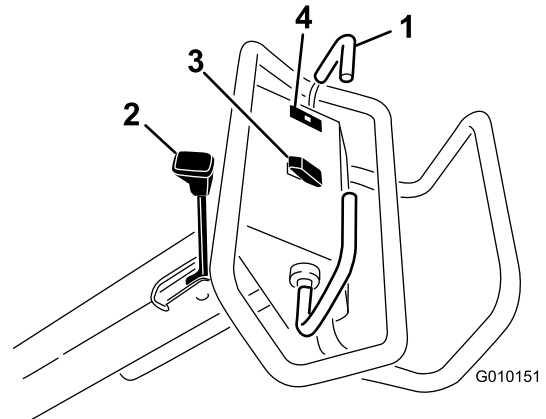

Figure 11
Pour avancer, poussez la barre de commande de déplacement en avant. Pour reculer, tirez la barre de commande de déplacement en arrière (Figure 11).
- Pour serrer le frein de stationnement, rapprochez le levier de la poignée de commande (Figure 11).
Le témoin de pression d'huile (Figure 11) s'allume quand la pression de l'huile moteur descend au-dessous du niveau admissible. Si c'est le cas, coupez le moteur et recherchez la cause de la baisse de pression. Effectuez les réparations nécessaires avant de remettre le moteur en marche.
Levée – Appuyez sur le haut du commutateur (Figure 11) pour lever la tête d'aération et la désengager. Le moteur doit tourner pour produire la pression de levage. Si la tête d'aération est en dessous de la hauteur de transport, voir Réinitialisation du circuit de commande du système (page 25).
Abaissement/engagement - Appuyez sur le bas du commutateur (Figure 11) pour abaisser et engager la tête d'aération. La barre de commande de déplacement doit être en position avant pour activer le commutateur.